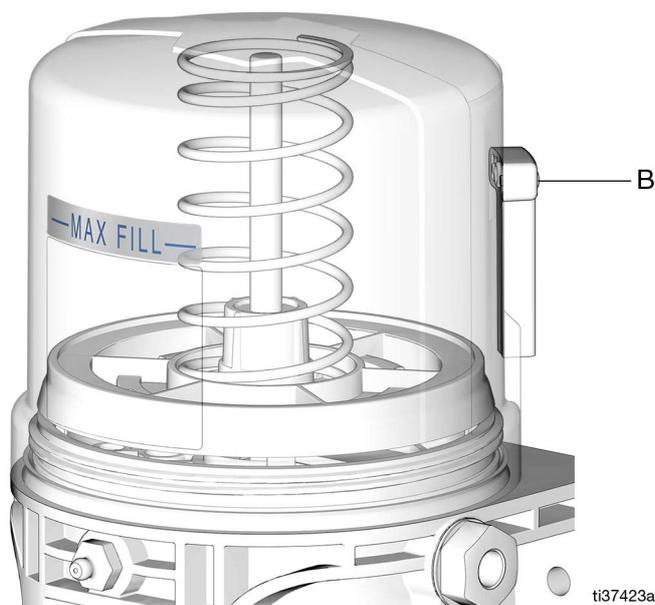

图 20
3. 将 NLGI 润脂注入到储罐的最大注入线 (图 20)。
**注意:** 排气管 (B) 不能用作溢出指示器 (图 20)。